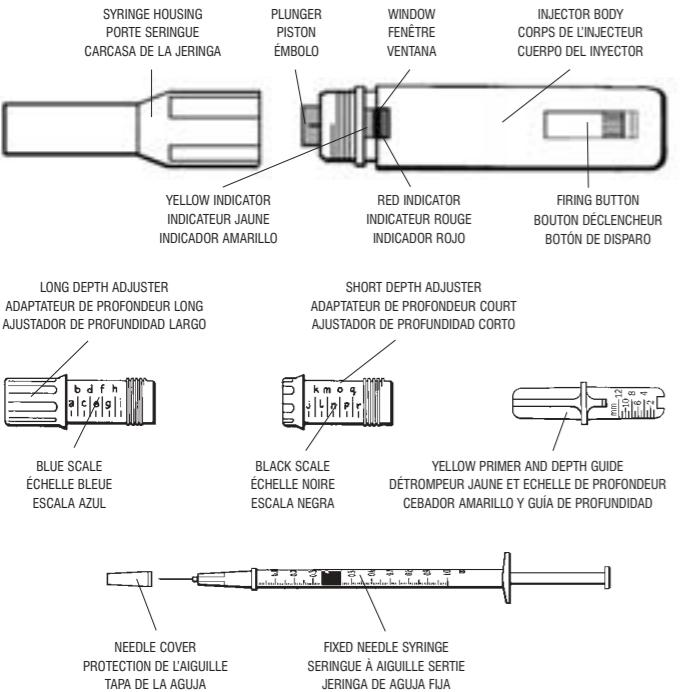

FIG 1
- Refer to Table 1 to select by size the depth adjuster suitable for use with the particular syringe you are using and screw it into the syringe housing (**Fig 1**).
- Veuillez vous référer au Tableau 1 pour la sélection par taille d'adaptateur de profondeur à utiliser spécifiquement avec votre type de seringue, et le visser dans le porte seringue (**Fig 1**).